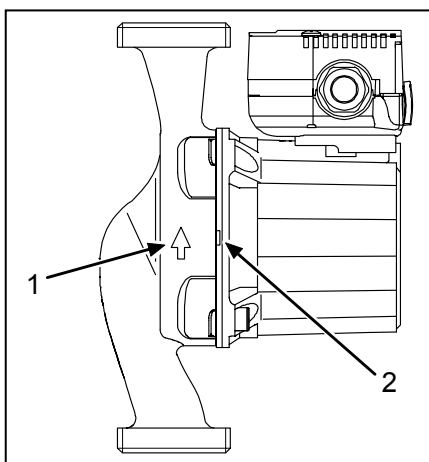

Рис. 2
- Стрелка на корпусе насоса указывает направление потока жидкости (Рис. 2, поз. 1).
В системах, для которых требуется изоляция, изолируется только корпус насоса. Мотор и отверстия для слива конденсата должны быть открытыми (Рис. 2, поз. 2).